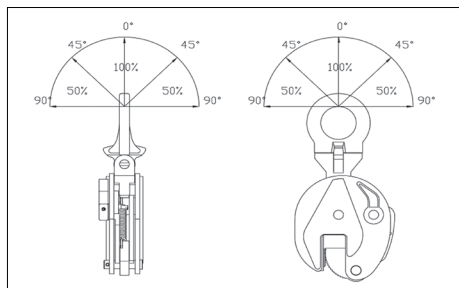

Abb. 9
- ⚠ ACHTUNG:** Bei Schrägzügen muss die Arbeitslast entsprechend dem Diagramm in Abb. 9 reduziert werden.